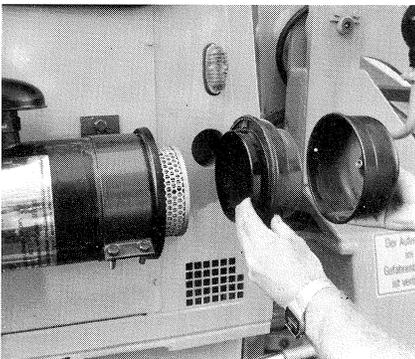

Bild 54
(2) Staubsammeltopf abziehen, Zykloneinsatz aus dem Staubsammeltopf aushebeln und beide Teile reinigen (Bild 54)